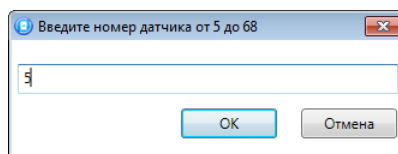

Рисунок 11.4 — Ввод номера радиоустройства
2. В открывшемся окне укажите номер радиоустройства из числа еще не занятых в нумерации ШС и радиоустройств (в указанном в заголовке окна диапазоне) и нажмите кнопку *ОК* (см. рисунок 11.4).